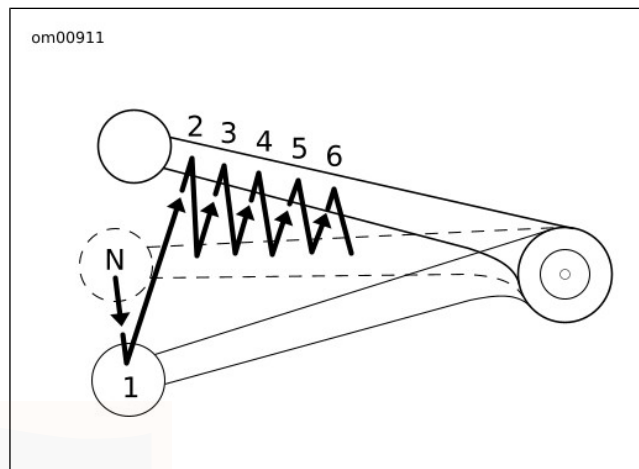

Figura 24. Sequenza di cambio marcia: Passaggio a una marcia superiore
1. Vedere Figura 24. Chiudere il comando del gas.